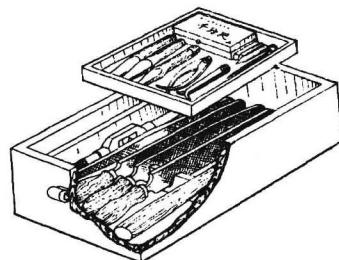

图 1-4 工具柜
(1) 用棉纱将量具擦拭干净。
(2) 将工件和工、量具整齐地摆放在工具柜内，如图 1-4 所示。
(3) 清扫、擦拭台虎钳，两钳口保持一定间隙（5~10mm），手柄垂直向下。
(4) 工作场地应清扫干净，铁屑、垃圾倒在指定地点。